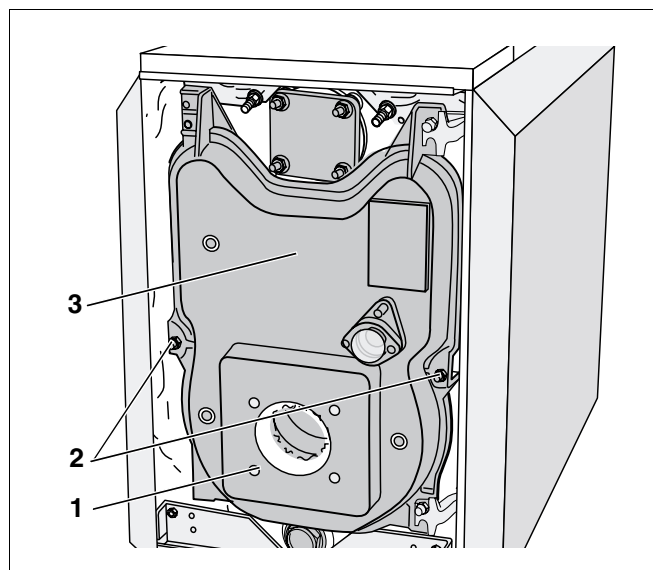

Fig. 62 Montarea arzătorului
- Ușa cazanului (Fig. 62, **Poz. 3**) se va închide (Fig. 62, **Poz. 2**) cu două șuruburi. Șuruburile se vor strânge uniform.
Deoarece la livrarea cazanului Logano G215 nu este inclus arzătorul, fixați arzătorul dorit în placa arzătorului (Fig. 62, **Poz. 1**).